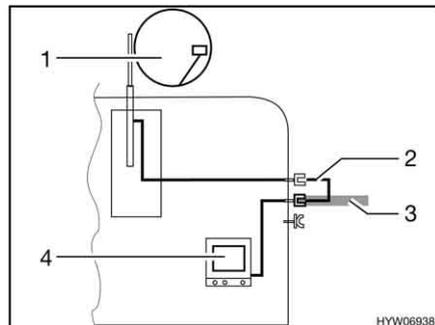

Fig. 171 TV en el vehículo
- TV en el vehículo (Fig. 171,4): Conexión a la antena del techo (Fig. 171,1) con el cable de conexión (Fig. 171,2)
- TV en el vehículo (Fig. 171,4): Conexión a antena externa (Fig. 171,3)